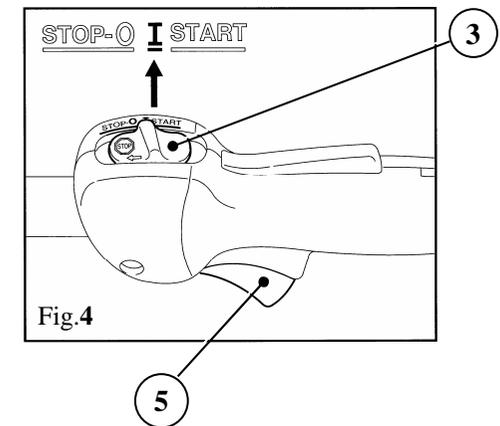

Fig.4
- ④ Dès que le moteur tourne, donner immédiatement une légère impulsion sur la gâchette d'accélérateur. Le curseur combiné saute en position de marche normale « **I** » et le moteur passe au ralenti (Fig.4).
- ⑤ Laisser tourner au ralenti quelques instants jusqu'à ce que le régime se stabilise et que le moteur monte en température. Si le levier de starter a été placé sur la position FERME pour mettre le moteur en marche, le ramener progressivement sur la position OUVERT à mesure que le moteur chauffe.